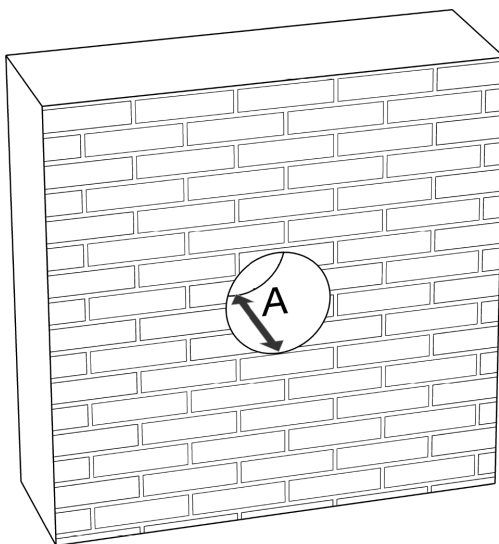

Figure 7 - Épaisseur de paroi servant à déterminer la longueur du tube
Mesurez tout d'abord l'épaisseur de la paroi (A) à travers le trou (voir Figure 7 ci-dessous).